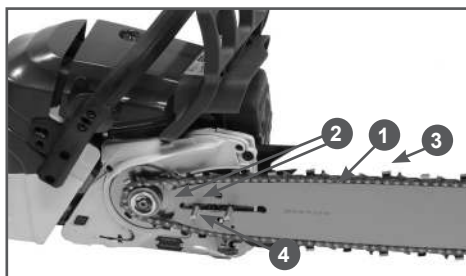

Рис. 4 Установка шины и цепи
4. Установите направляющую шину (1) на шпильку (2) так, как показано на Рис. 4 и сдвиньте ее в сторону муфты сцепления для облегчения установки пильной цепи.
5. Установите пильную цепь на направляющую шину так, как показано на Рис. 4. При установке цепи следите за тем, чтобы режущая кромка зуба (3) была расположена вперед по ходу движения цепи, т.е. по часовой стрелке.
При установке крышки следите за тем, чтобы палец натяжения цепи совпал с отверстием (4) в направляющей шине (Рис. 4).